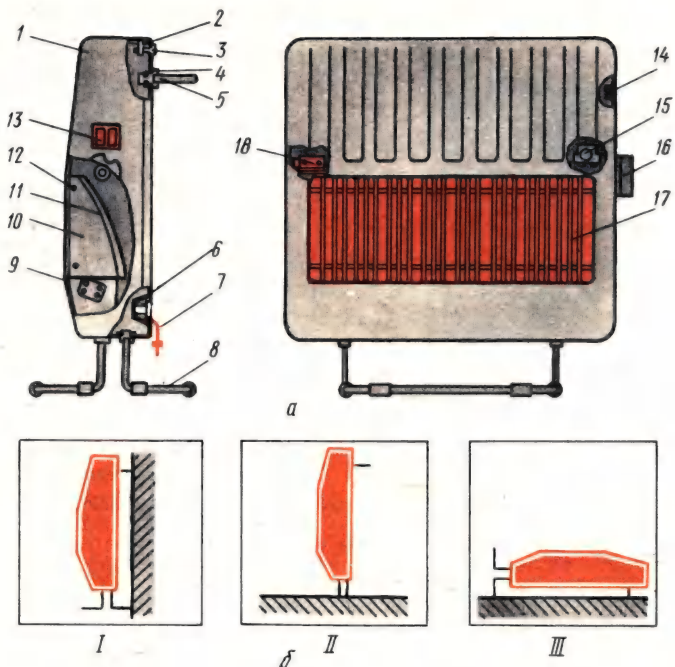

Рис. 51. Электрорадиатор-камин (а) типа ЭРК-1,0/220 и способы (б) его установки:
*Электроконвекторы* относятся к обогревателям, теплоотдача у которых осуществляется преимущественно естественной конвекцией. Наиболее распространена напольно-настольная модель (рис. 51). Для стационарной установки применяют плинтусные конвекторы, выполненные в виде полос с размещенными внутри нагревательными элементами. Конструктивно электроконвекторы состоят из металлического корпуса, внутри которого расположены нагревательные элементы. Температура нагревательных элементов 600...900 °С для открытой спирали и 450...500 °С для ТЭНов. Нерегулируемые конвекторы имеют нагреватели мощностью до 0,8 кВт, регулируемые — мощностью до 2 кВт. Один из параметров, гарантирующий безопасную работу конвектора, — температура выходящего воздуха, которая не должна превышать температуру окружающего воздуха более чем на 85 °С, а температуру корпуса — более чем на 75 °С. Мощность регулируют вручную переключателем или отдельными выключателями. Несколько нагревательных элементов при помощи переключателя включают аналогично ступенчатому переключению мощности конфорок электроплит (табл. 57).